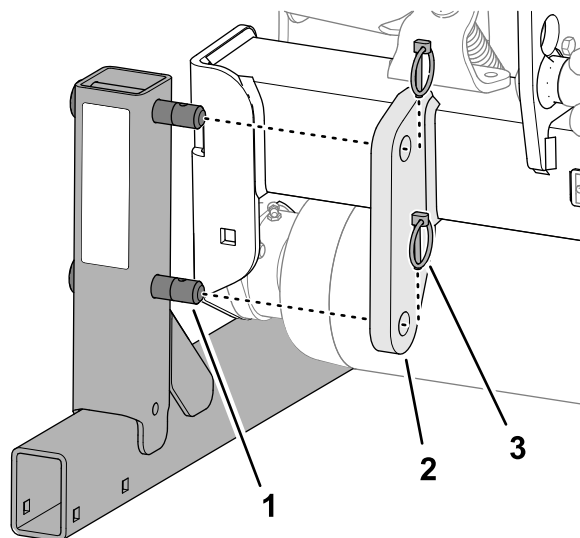

Figure 20
- Insérez les goupilles à anneau (incluses dans les pièces détachées) dans les ergots des supports pour le rangement (Figure 20).
- Enlevez les 2 goupilles à anneau qui fixent le support de rangement sur la patte du support sur le cadre d'attelage de la machine (Figure 20).